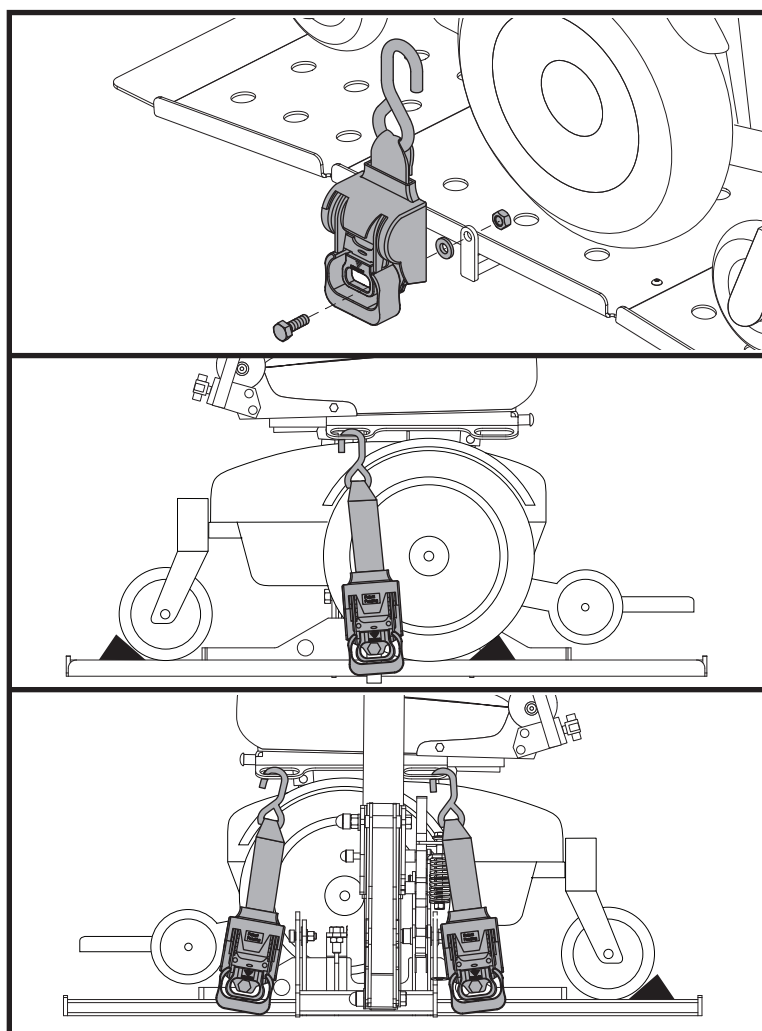

Figure 6. Installation des courroies d'ancrage rétractables
2. Fixez le point d'intersection sur la courroie dans le trou de fixation désiré sur la plateforme. **Voir la figure 6.**
3. Instalar accesorios de montaje. **Voir la figure 6.**